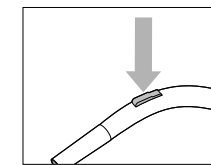

рис. 3
2. Отрегулируйте регулятор всасывания на ручке гибкого шланга (19). Мощность всасывания уменьшается по мере увеличения воздушного отверстия (рис. 3).